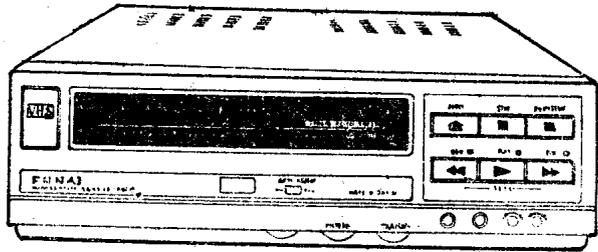

图 1—1 放象机 (VHS 型)
- 按技术性能不同, 家用录象机可分为普及型和高级型机两类。普及型机多为 2~4 视频磁头、单声道、高画质 (HQ) 和具有多种功能的录象机; 高级型机为高保真 (Hi-Fi) 录象机或高清晰度录象机、双卡 (仓) 式和多制式、全制式录象机等。
- 按录象带装入录象机的方式不同, 录象机可分为上装入式 (图 1—8) 和前装入式 (图 1—9) 2 种。新型家用录象机均用前装式。